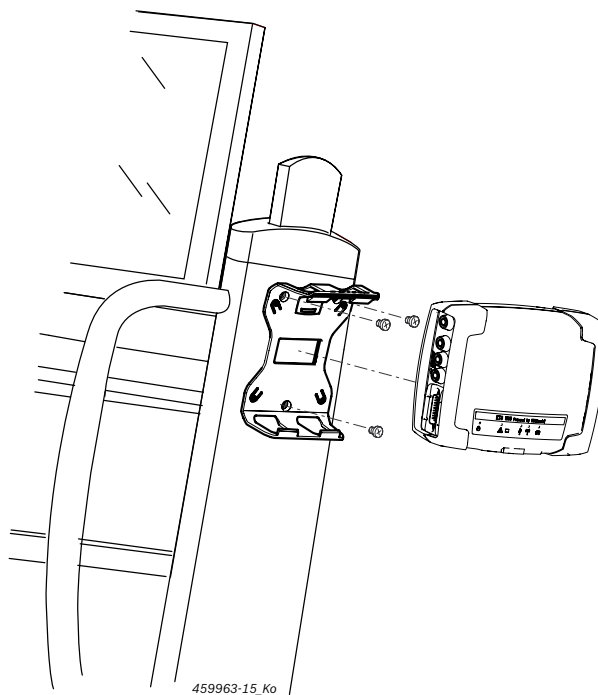

Abb. 7: Montage du support de fixation
1. Visser le support de fixation sur le chariot avec les vis à tête bombé fournies (fig. 7).